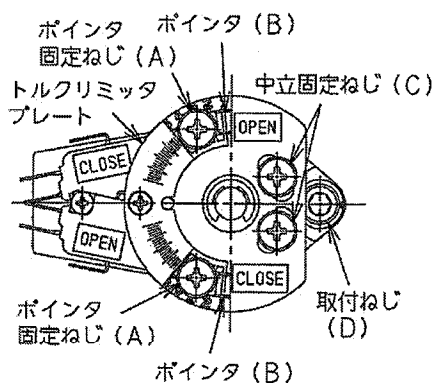

図5 トルクスイッチ
3.8.1 調整要領(各部品は図5を参照してください。)
- ⑤バルブを電動操作し、所定の機能が満足することを確認します。
3.8.2 トルクスイッチの中立調整(各部品は図5を参照してください。)